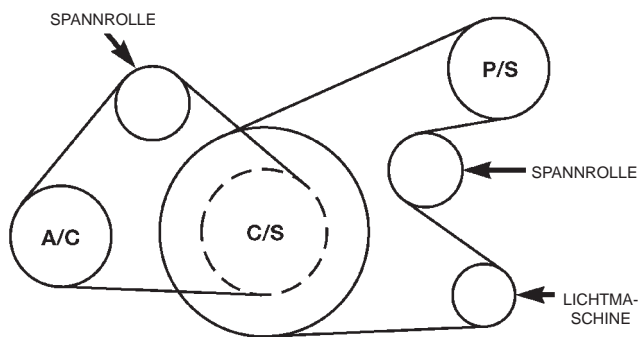

Abb. 31 Antriebsriemenverlauf—2.7L-Motor
(7) Mit Hilfe eines 1/2-Zoll-Gelenkgriffs einen nach links gerichteten Druck ausüben, bis die Sicherungsschraube eingedreht werden kann.
(8) Die Spannvorrichtung so weit nach links drehen, daß der NEUE Antriebsriemen auf die Riemenscheiben aufgelegt werden kann. Näheres zum Antriebsriemenverlauf siehe (Abb. 31).
(9) Die Spannvorrichtung entspannen und den Steckschlüssel entfernen. Der Antriebsriemen wird von der Torsionsfeder der Spannvorrichtung automatisch gespannt.
(6) Den Gelenkbolzen mit einem Anzugsmoment von 28 N·m (250 in. lbs.) festziehen.
(8) Die Spannvorrichtung so weit nach links drehen, daß der GEBRAUCHTE Antriebsriemen auf die Riemenscheiben aufgelegt werden kann. Näheres zum Antriebsriemenverlauf siehe (Abb. 31).
(9) Den Gelenkbolzen der Spannvorrichtung mit einem Anzugsmoment von 28 N·m (250 in. lbs.) festziehen.
(10) Den Antriebsriemen für Zusatzaggregate auflegen.